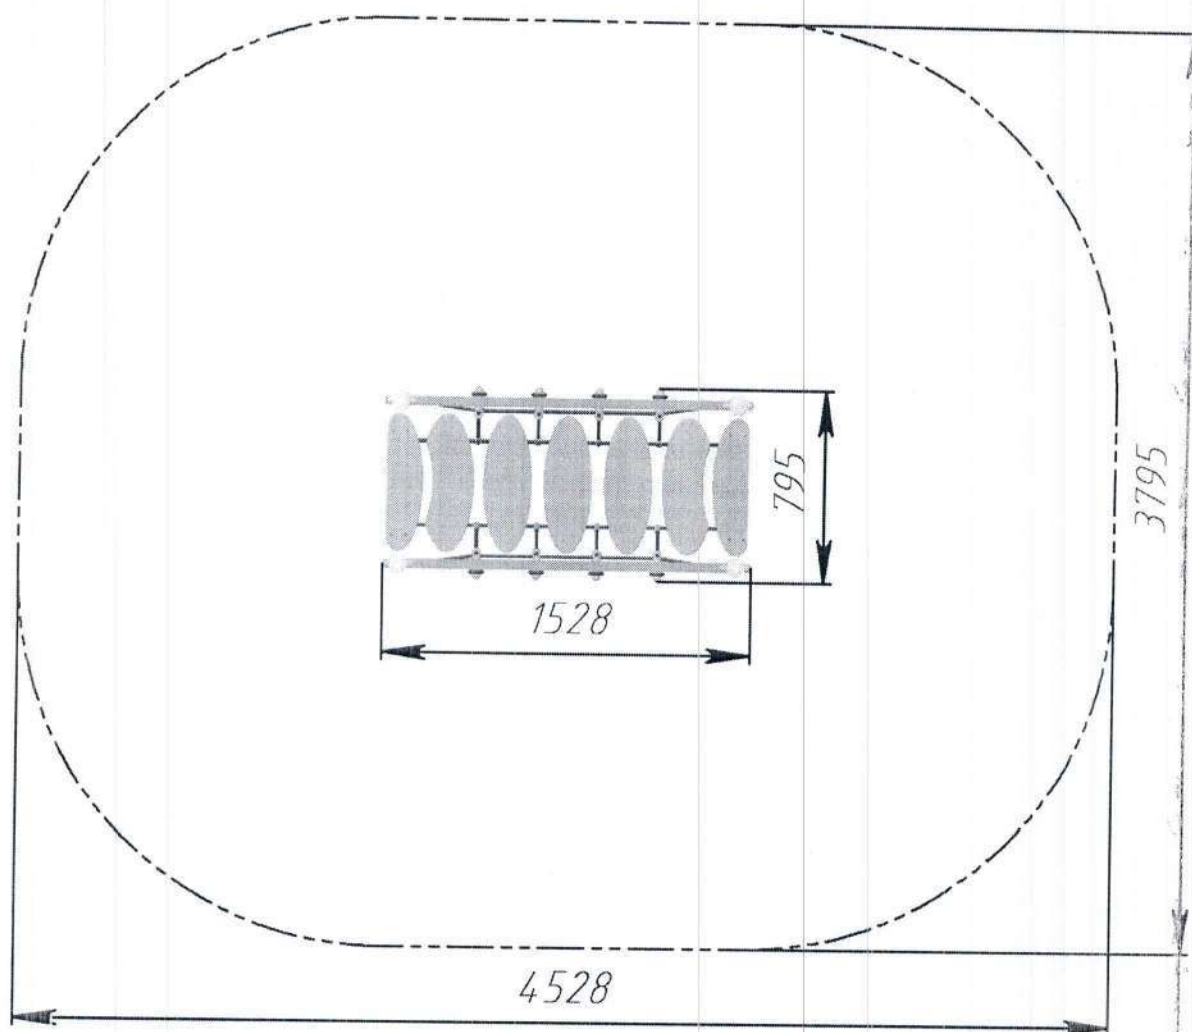

Рис.2 Безопасная зона приземления Мостика подвесного РТР 072А
3.5. Монтаж мостика проводится на ровном месте в соответствии с планировкой размещения всего оборудования площадки. При монтаже необходимо обеспечить безопасную зону приземления вокруг мостика в соответствии с рис. 2.